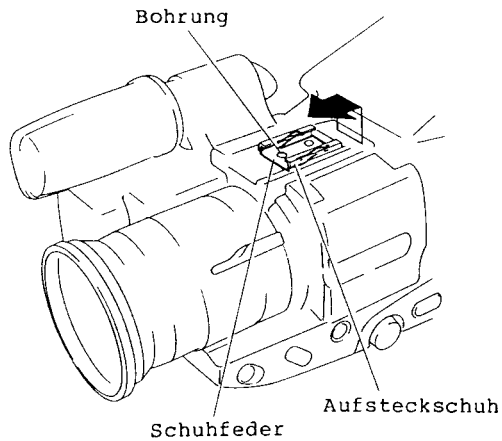

Abb. 2-3
1. Einen Schlitzschraubendreher usw. in die Bohrung in der Aufsteckschuhfeder einführen und die Aufsteckschuhfeder in Pfeilrichtung abnehmen (siehe Abb. 2-3).
3. Den Aufsteckschuh entfernen (siehe Abb. 2-3, 2-4).
3. Den Aufsteckschuh ausbauen (siehe Abb. 2-3, 2-4).